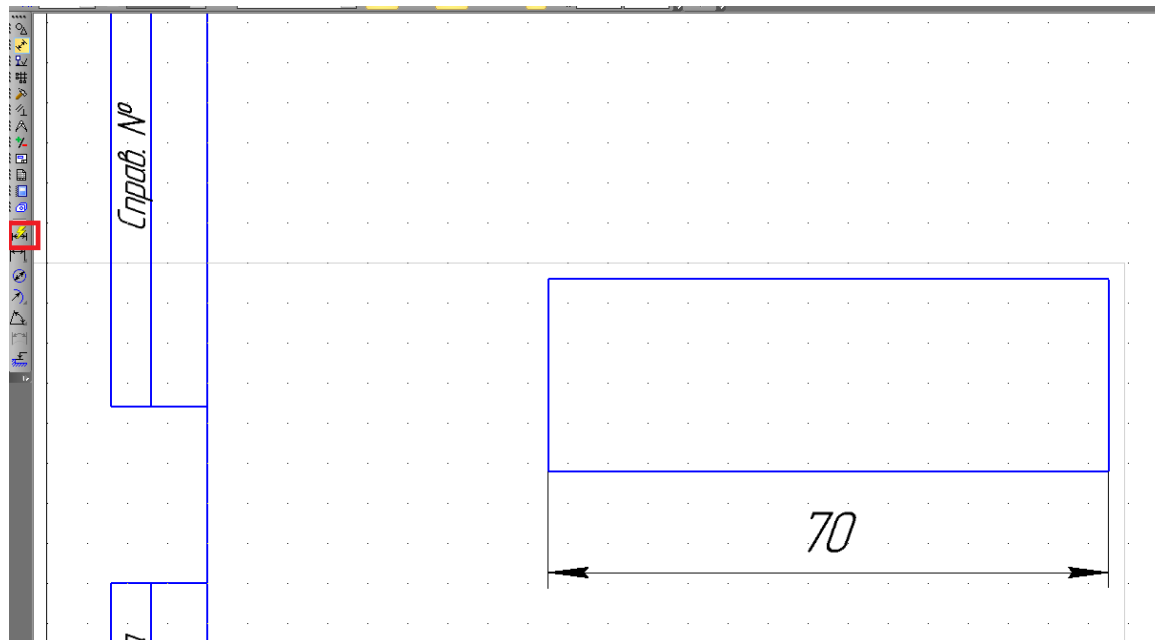

Рис. 3.3: Застосування інструменту “Автоматичний розмір”
2. За допомогою інструмента “Автоматичний розмір” проставляємо розміри деталі (рис. 3.3).